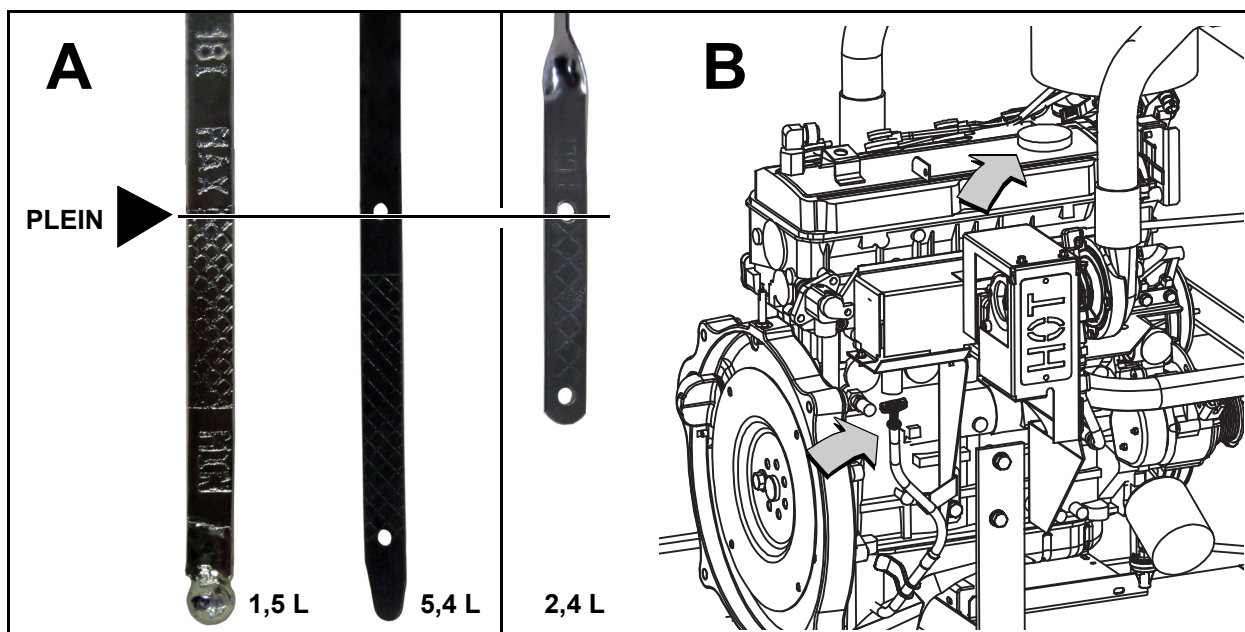

Figure 5-7. Jauge pour le niveau d'huile et bouchon de l'orifice de remplissage
2. Retirez la jauge d'huile et essuyez-la complètement avec un chiffon propre et non pelucheux. Voir la partie B de la Figure 5-7
7. Vérifiez que le niveau d'huile est à la marque FULL (plein) ou près de cette dernière. Ajoutez de l'huile si nécessaire. Voir la partie A de la Figure 5-7